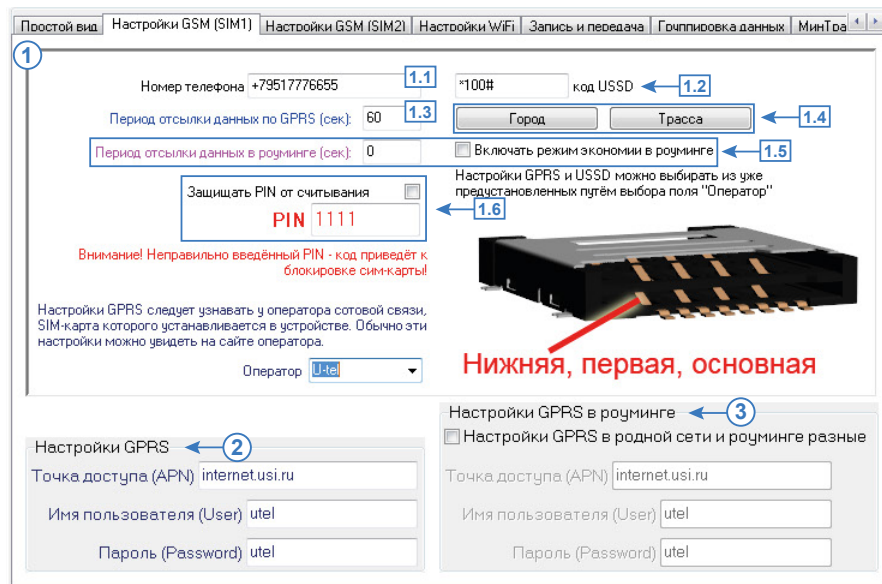

Рис.13. Параметры первой SIM-карты.
- **Включать режим экономии в роуминге** – при активации данного признака, подменяется интервал времени, заданный для «домашнего» региона, на «Период отсылки данных в роуминге» (**Рис.13, п.1.6**), при этом после передачи данных GPRS соединение разрывается. В качестве одного из значений может быть 0 – в этом случае прибор не будет передавать данные в роуминге, а их отсылка будет выполнена только «по звонку» или по запрограммированному событию.